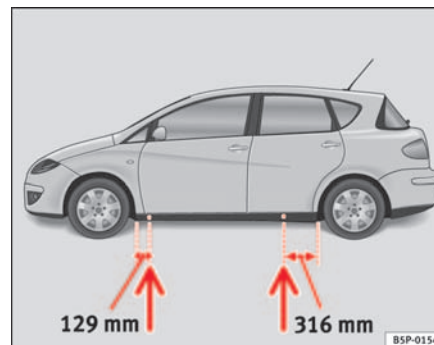

Abb. 167 Aufnahme-
- Suchen Sie den Aufnahmepunkt am Unterholm, der dem zu wechselnden Rad am nächsten liegt ⇒ Seite 240, Abb. 167.
Am Unterholm kennzeichnen jeweils vorn und hinten Eindrückungen die Stellen, an denen der Wagenheber angesetzt werden darf ⇒ Seite 240, Abb. 167. An jedem Rad ist eine Stelle für den Wagenheber vorgesehen. An anderen Stellen darf der Wagenheber nicht angesetzt werden.